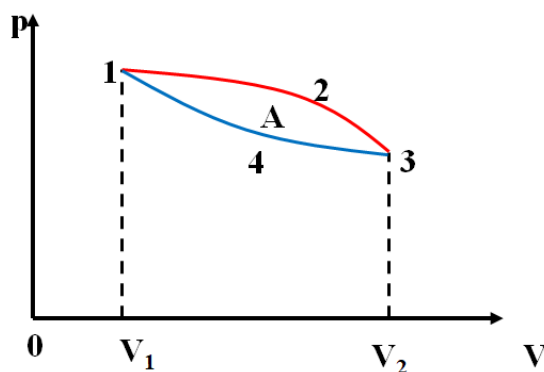

Рисунок 1.3. Преобразование теплоты в работу. Тепловой двигатель
При переходе из точки 1 в точку 2, есть два пути перехода, отмеченные синим и красным (рисунок 1.3), которые не совпадают. Для термодинамики в этом цикле произошло возвращение в начальное состояние. Поэтому, для термодинамики не произошло ничего, кроме взаимодействия с внешней системой. С точки зрения физики, есть разница между площадью под кривыми, разность которых представляет работу (A). В этом цикле, система периодически переходит из состояния 1-2-3-4-1, совершая полезную работу.